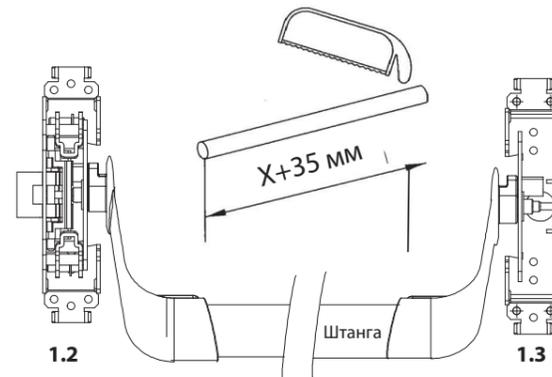

Рис.9
Открутите четыре винта крепления декоративного чехла и снимите его. Рычаг крепления штанги должен находиться в нижнем положении. Просверлите отверстия под механизмы крепления согласно сделанной разметке. Закрепите механизмы крепления 1.2 и 1.3 на дверном полотне. Измерьте расстояние между рычагами (X) (Рис.9), прибавьте к длине X+35 мм(заход в рычаги), отметьте это расстояние на штанге и отрежьте штангу.